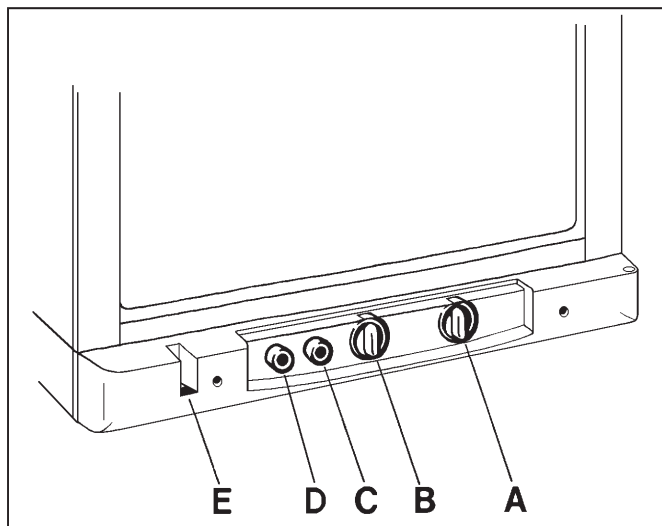

FIG. 1
Køleskabet kan køre enten ved 230 V eller ved gasdrift. Omstillingen foretages med betjeningsknapperne, der er placeret, som vist på fig. 1.
Alle henvisninger til fig. 1.
Alle henvisninger er for fig.1. Efter at køleskabet er startet, varer det nogle timer, inden der bliver tilstrækkeligt koldt i skabet. Køleskabet er termostatstyret og termostatknapen (B) stilles normalt på 3-5. Hvis der ønskes koldere temperatur i skabet, indstilles på et højere tal.